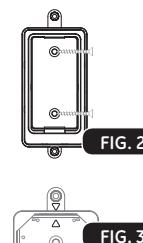

FIG. 3
- Coloque el montaje del control remoto con el soporte de la placa donde realizará la instalación y marque los orificios en la pared [FIG. 2]. Las flechas en la parte trasera del montaje indican cuál es la parte superior [FIG.3].
**Para separar el montaje del control remoto del soporte de la placa de pared, sujetelso soporte por las perforaciones. Gire el soporte de la placa de pared, de manera que las flechas queden frente a usted [FIG. 3]. Empuje suavemente el control remoto para extraerlo del soporte.*
NOTA: Si está reensamblando el soporte de la placa de pared con el montaje del control remoto, compruebe que las flechas queden alineadas en la parte trasera del montaje y del soporte [FIG 3].